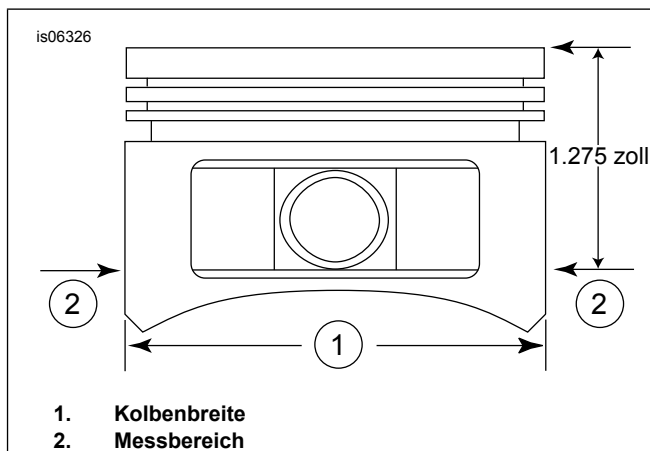

Abbildung 2. Kolbenmessungen
- Siehe Abbildung 2. Die Kolbenbreite (1) 90 Grad horizontal von beiden Seiten des Kolbenbolzenlochs und 32,385 mm (1,275 in) unterhalb der Kolbenbodenfläche (2) messen. Die Passung zwischen Kolben und Zylinder an dieser Stelle aus Tabelle 6 ablesen.